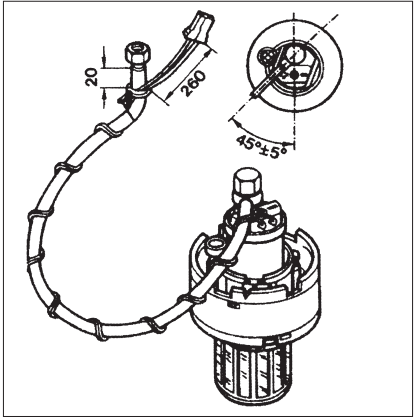

Abb. 5/Fig. 5/ Puc. 5/图5
- Audi 4 缸/ 5 缸, 配前轮驱动,** 根据图 5。
- 视车辆而定固定电线, 根据图5、6、7 或 8。拉紧电缆捆扎条之后, 切断电缆捆扎条的超长部分。